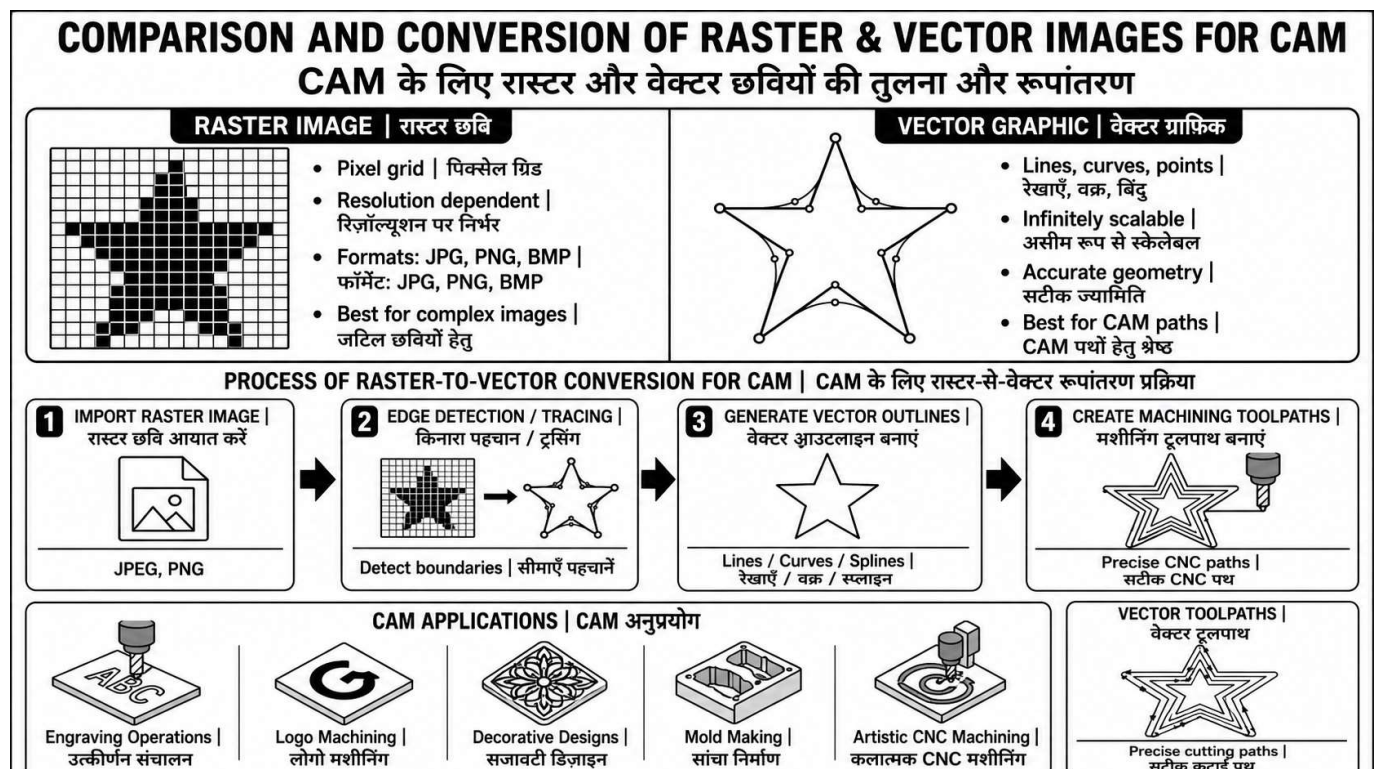

Fig. 12.3: Comparison and Conversion of Raster and Vector Images for CAM | CAM के लिए रास्टर और वेक्टर छवियों की तुलना और रूपांतरण
12.3.1 Definition of Raster Images and Vector Graphics (Fig. 12.3)
12.3.1 रास्टर चित्र और वेक्टर ग्राफिक्स की परिभाषा (Fig. 12.3)